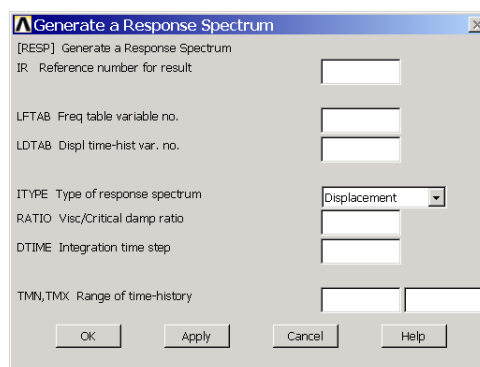

图7.20 生成响应频谱
(1) 单击 Main Menu>TimeHist Postpro>Generate Spectrm 菜单，将弹出如图 7.20 所示的【Generate a Response Spectrum】对话框。